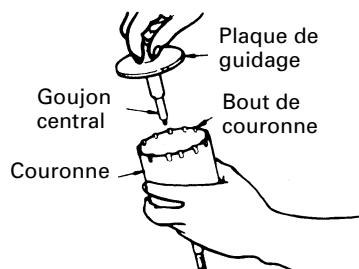

Fig. 20
- (4) Engager la plaque de guidage dans la couronne et tourner la plaque de guidage à gauche ou à droite de manière à ce qu'elle à ce qu'elle ne puisse pas tomber, même si elle orientée vers le bas. (Fig. 20)